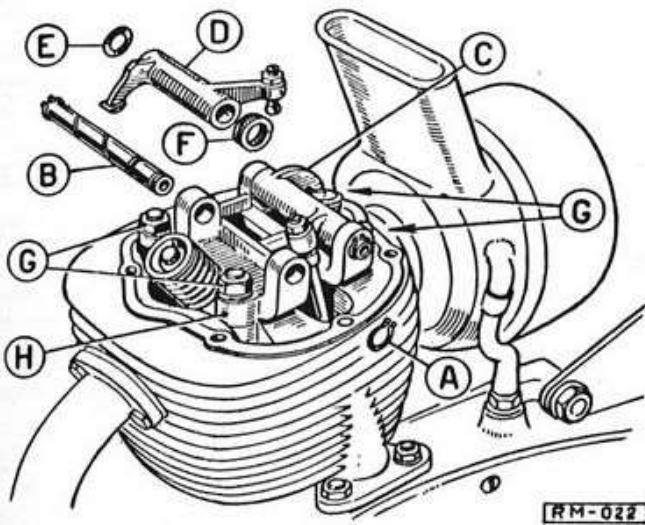

Fig. 22 - Smontaggio del castello dei bilancieri
54 Togliere gli anelli elastici (A) del lato sinistro di ritegno dei perni (B) dei bilancieri; spingere fuori i perni dei bilancieri verso destra (fig. 22).